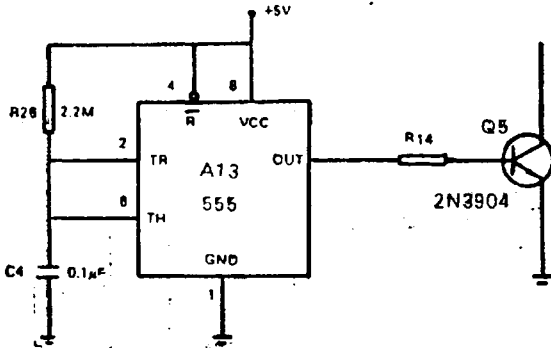

图76
(1) 采用逻辑笔检查6502cpu第40脚在开机瞬间无0→1变化。cpu不工作。这种故障非常常见。其原因是POWER-ON RESET上电复位电路失效, 造成电路中无RESET信号源。在如图76的电路中, 最常见的故障原因是C4失效或损坏。当然集成电路NE555损坏或晶体管Q5损坏也会造成该电路失效。